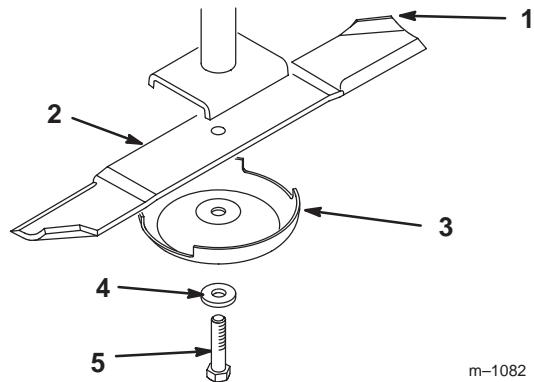
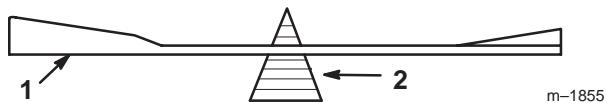

Bild 38
Bild 40
Halten Sie das Ende des Messers mit einem stark wattierten Handschuh oder wickeln Sie einen Lappen um es herum. Entfernen Sie die Messerschraube, die Sicherungsscheibe, die Antiskalpiercuppe und das Messer (Bild 38) von der Spindelwelle.
- Überprüfen Sie die Auswuchtung des Schnittmessers auf einer Ausgleichsmaschine (Bild 40). Wenn das Schnittmesser in seiner horizontalen Position bleibt, ist es ausgewuchtet und kann wiederverwendet werden. Feilen Sie, wenn das Schnittmesser nicht ausgewuchtet ist, vom Flügelbereich des Messers etwas Metall ab (Bild 38). Wiederholen Sie diesen Vorgang, bis das Messer ausgewuchtet ist.
1. Montieren Sie das Messer auf der Spindelwelle (Bild 38).
Wichtig Der Windflügel des Schnittmessers muss nach oben zur Mähwerkinnenseite zeigen, um einen guten Schnitt sicherzustellen (Bild 38).
2. Setzen Sie die Antiskalpierkuppe, die Sicherungsscheibe und die Messerschraube ein (Bild 38). Ziehen Sie die Messerschraube mit 115–140 Nm an.